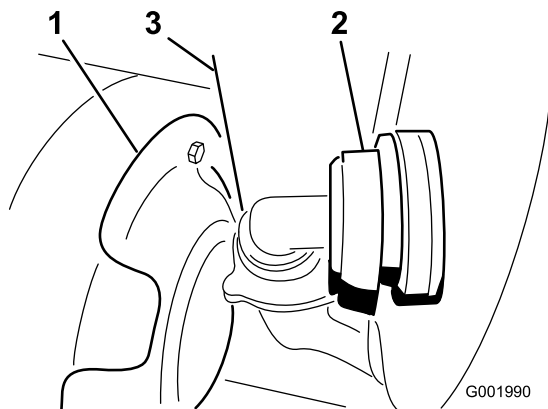

図 55
3. タンクの前壁の下にあるホースを外す(図 55)。
注 防熱シールド(図 55)を押しつけるとカバーが取り外せない場合があります。
7. タンク前面下のホースを接続する (図 55)。